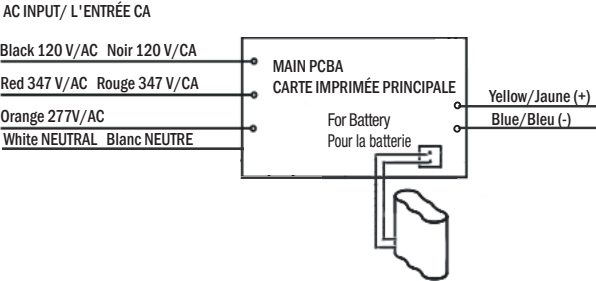

Fig. 4
2. Connect fixture common (white) lead to supply common (white) lead (Fig. 4).
3. Determine supply voltage for fixture. Connect hot lead (BLACK for 120 V, ORANGE for 277 V or RED for 347 V) to supply hot lead as shown in Fig. 4.
2. Connecter le fil neutre (blanc) de l'unité au conducteur NEUTRE de la source (Fig. 4).
- 3 Déterminer la tension d'alimentation électrique pour l'unité. Connectez le fil actif de la fixture au conducteur VIVANT de la source (NOIR pour 120 V, ORANGE pour 277 V ou ROUGE pour 347 V comme montré sur la Fig. 4.